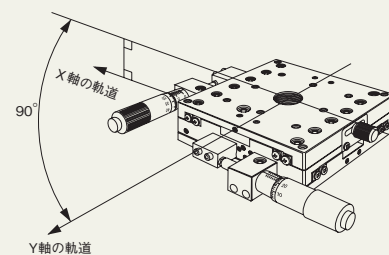

図3
④XY直交度【図3】[JIS B 7440-1987 準拠]